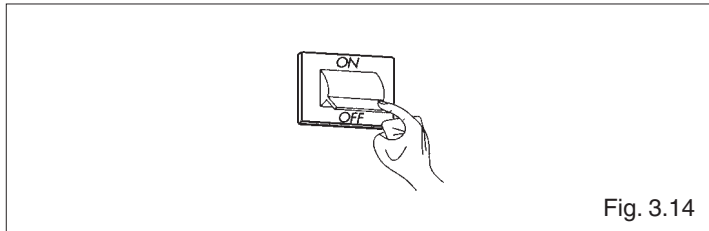

Fig. 3.14
- Ställa anläggningens huvudströmbrytare på "släckt" (fig. 3.14)